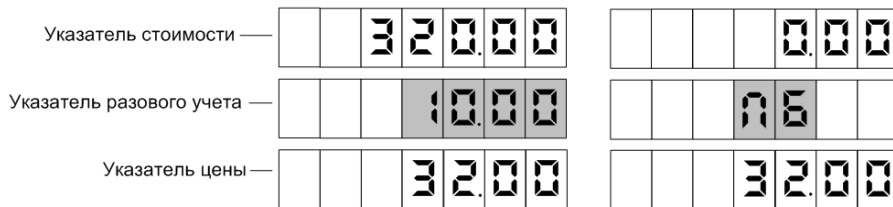

Рисунок 4
8.2 Для выдачи масла необходимо задать дозу с системы управления. Когда устройство будет готово к отпуску масла, в средней строке табло мигающими символами отобразится величина *заданной* дозы, а в случае отпуска "до полного бака" – символы "ПБ" (рисунок 4). Это дает клиенту удобный способ определить, когда можно начать заправку, а также убедиться, что задано именно то количество, которое он заказывал.